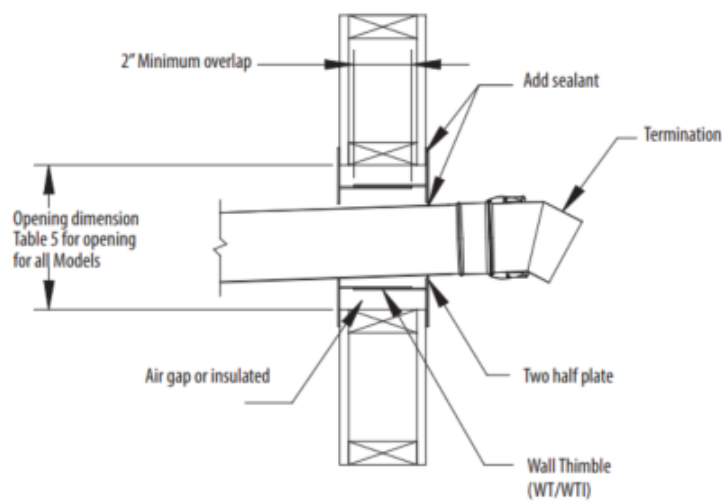

Figure 4 - Pénétration du mur
1. Avant l'installation, déterminez l'emplacement approprié du coupe-feu mural (WT) ou du coupe-feu mural isolé (WTI) de sorte qu'une pente minimale de 1/4" (6 mm) par pied soit maintenue dans la section horizontale de l'évent pour assurer un bon écoulement de condensat.
3. Installez le coupe-feu mural en insérant la plus grande des deux pièces sur l'appareil (côté intérieur). Voir la figure 4.